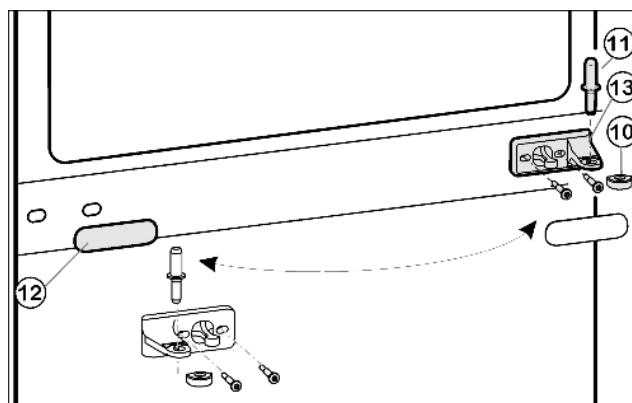
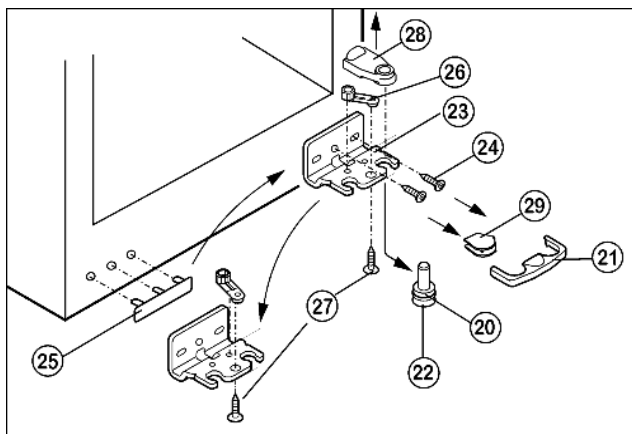

Fig. 5
Fig. 6
- Пластмассовый колпачок Fig. 5 (10) снимите.
- Вытащите из опорного кронштейна и нижней дверцы средний опорный палец Fig. 5 (11).
- Осторожно снимите накладку Fig. 5 (12).
- Открутите средний опорный кронштейн Fig. 5 (13) и переставьте его с поворотом на 180° на новую сторону шарнира.
- Снова защелкните накладку Fig. 5 (12) на стороне, где теперь будет ручка.
- ▶ Нижнюю крышку Fig. 6 (21) снимите движением вперед.
- ▶ Нижнюю крышку Fig. 6 (29) снимите.*
- ▶ Снимите крышку Fig. 6 (28) вверх.*
- ▶ Полностью вверните регулируемую опору Fig. 6 (22).
- ▶ Вытяните опорный палец Fig. 6 (22) вниз и вперед. При этом следите за гнездом шарнира Fig. 6 (20).
- ▶ Открутите опорный кронштейн Fig. 6 (23) (2 шт. Torx 25) Fig. 6 (24).
- ▶ Открутите опорную деталь Fig. 6 (26) (1 Torx 25) Fig. 6 (27) и, переставив в отверстие на противоположной стороне опорного кронштейна, снова прикрутите.
- ▶ Осторожно приподнимите и переставьте крышку Fig. 6 (25) со стороны ручки.
- ▶ Снова прикрутите опорный кронштейн Fig. 6 (23) на новой стороне шарнира, при необходимости с помощью аккумуляторного шуруповерта через внешний продольный паз и круглое отверстие.
- ▶ Снова слегка наклоните устройство назад и переставьте опорный палец Fig. 6 (22).
- ▶ Установите нижнюю дверцу сверху на нижний опорный палец Fig. 6 (22).
- ▶ Снова наденьте пластмассовый колпачок Fig. 5 (10) с поворотом на 180° на средний опорный кронштейн Fig. 5 (13).
- ▶ Вставьте средний опорный палец Fig. 5 (11) на новой стороне шарнира через средний опорный кронштейн Fig. 5 (13) в нижнюю дверцу.
- ▶ Установите верхнюю дверцу на средний опорный палец Fig. 5 (11).
- ▶ При необходимости выравнивайте дверцы через два продольных паза в нижнем опорном кронштейне Fig. 6 (23) и среднем опорном кронштейне Fig. 5 (13) параллельно корпусу устройства, затем затяните винты.
- ▶ Снова защелкните крышку Fig. 6 (21) на опорной подставке снизу.